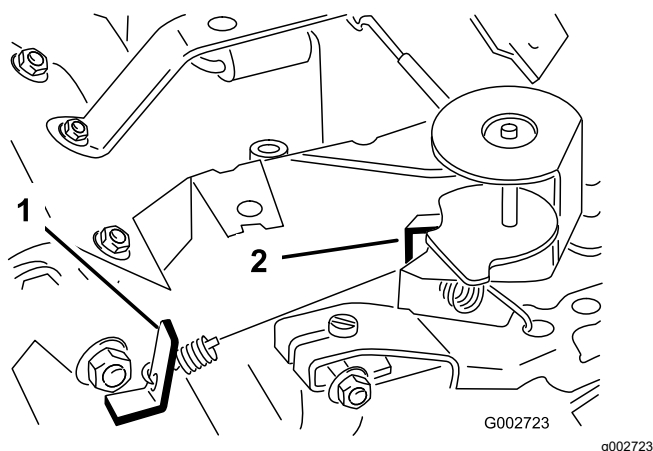

Figura 39
3. Dobre o batente da mola de velocidade intermédia (Figura 39) até obter uma velocidade de 1725 ± 50 rpm.
6. Dobre o batente da mola de velocidade elevada (Figura 39) até obter uma velocidade de 3400 ± 50 rpm.